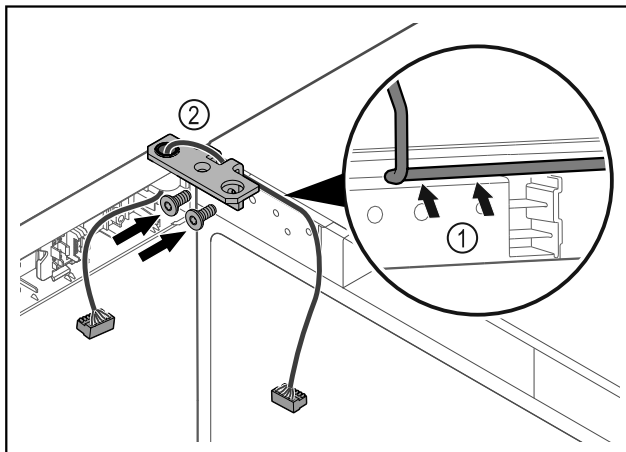

Fig. 45
- ▶ Pasar el cable por la escotadura de la escuadra de bisagra y tenderlo con cuidado Fig. 45 (1).
- ▶ Atornillar la escuadra de bisagra Fig. 45 (2).